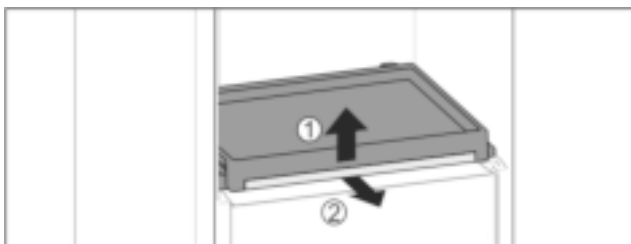

Fig. 36
- ▶ Uitschuifplateau met glasplaat eruit halen: Glasplaat aan de voorkant licht omhoog tillen Fig. 36 (1) en vanaf de voorkant eruit trekken Fig. 36 (2).